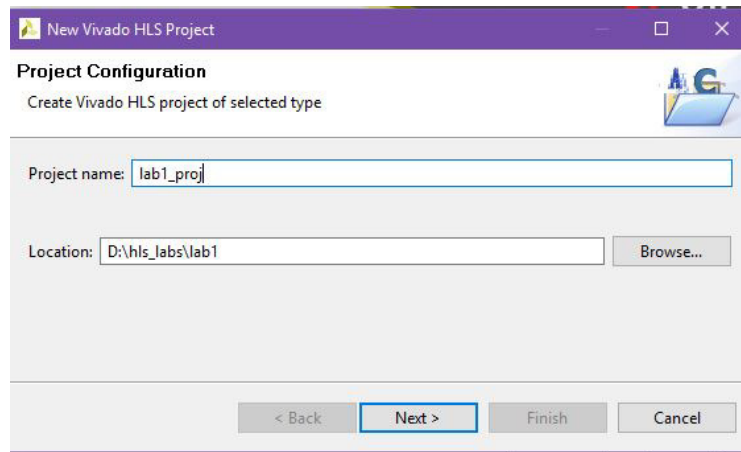

Abbildung 2: Project Configuration
- Geben Sie den Projektnamen und den Speicherort wie in Abbildung 2 gezeigt an. Im lab1-Ordner wird nun ein Unterverzeichnis lab1\_proj angelegt. Drücken Sie auf Next.